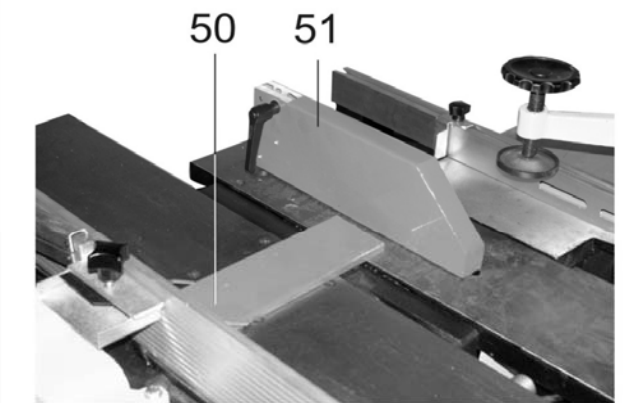

Рис. 10
8.2.7. При работе со станком, когда не используется строгальный вал (49) в режиме строгания (фугования), установите и закрепите защитный кожух (50), Рис.10.
8.2.8. При работе со станком, когда не используется пильный диск (6), вместо защитного кожуха (13), Рис.6, установите и закрепите защитный кожух (51), Рис.10.